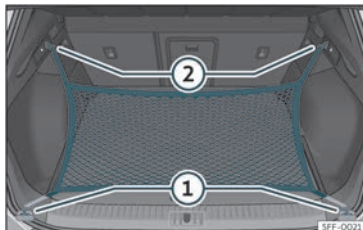

Fig. 113 Al maleter:argolles ① i ganxos ② per enganxar la bossa de xarxa.
- Fixeu els ganxos curts de la xarxa a les anelles d'amarratge»» **fig. 113** ① »» La cremallera de la bossa ha de quedar cap amunt.
- Fixeu les cintes als ganxos per penjar bosses ②.